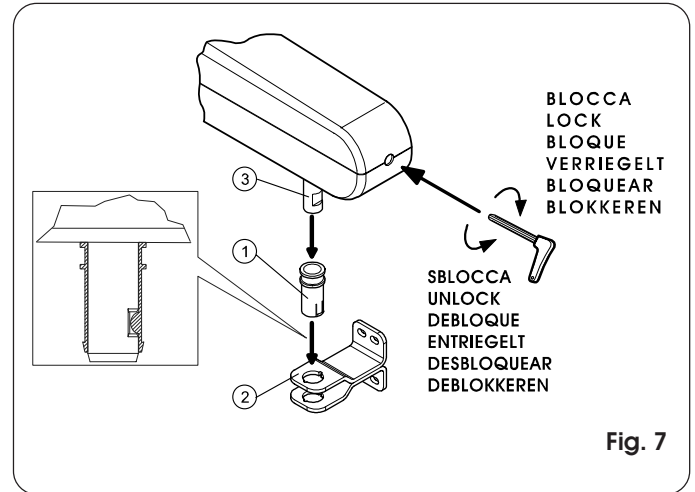

Fig. 7
- Verificare che il perno (Fig. 7 Rif. ③) sia a battuta nella parte anteriore dell'operatore; in caso contrario ruotare la chiave di sblocco, inserita nell'apposita sede (Fig. 7), in senso orario fino al termine della sua corsa.
- Ruotare la chiave di sblocco in senso antiorario per 6-7 giri, come indicato in Fig. 7.
Inserire la boccola (Fig. 7 Rif. ①) nell'attacco anteriore (Fig. 7 Rif. ②). Il fermo meccanico sulla boccola dovrà coincidere con la scanalatura del perno dell'operatore. Innestare il perno (Fig. 7 Rif. ③) nella boccola.